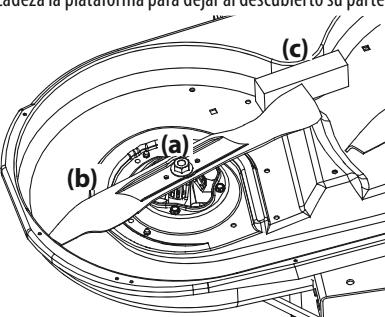

Figura 50
2. Use una llave de $15\frac{1}{16}$ " para sostener la tuerca hexagonal en la parte superior del conjunto del husillo cuando afloje la tuerca hexagonal (a) que fija la cuchilla (b). Se puede colocar un bloque de madera (c) entre el alojamiento de la plataforma y el borde de corte de la cuchilla (b) para ayudar a aflojar la tuerca hexagonal (a) que fija la cuchilla. Consulte la Figura 50.